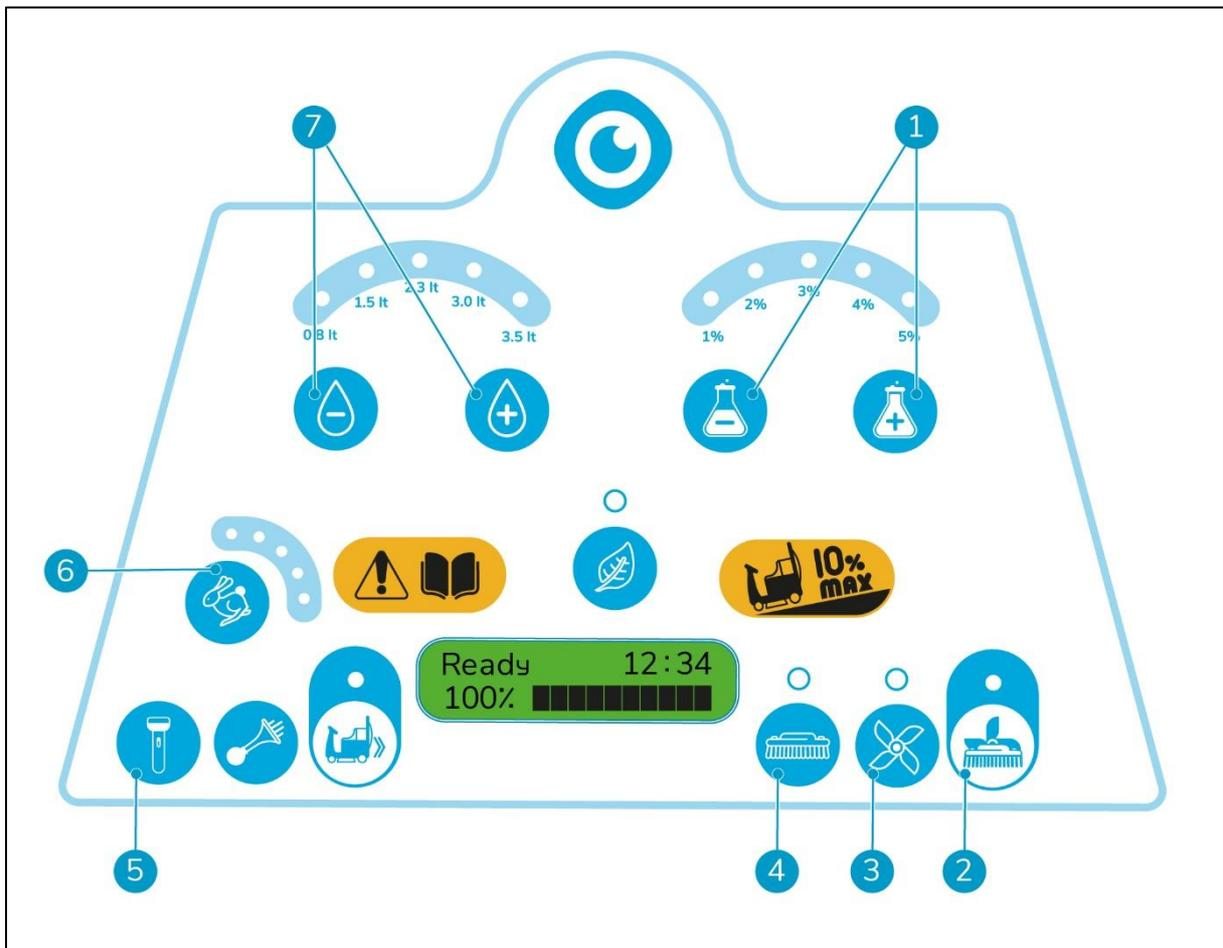

Figure 26
1. Choisissez la quantité d'eau à utiliser. Appuyez sur les boutons tactiles de l'eau (Figure 26, pos. 7) pour choisir une quantité d'eau plus ou moins grande. Il existe cinq niveaux différents, voir la section 2.1.
3. Appuyez sur les boutons tactiles du détergent (Figure 26, pos. 1) pour choisir une quantité de détergent plus ou moins grande. Il existe cinq niveaux différents, voir la section 2.1.
- MARCHE/ARRÊT du moteur des brosses circulaires (Figure 26, pos. 4) ou ;
- MARCHE/ARRÊT du moteur d'aspiration (Figure 26, pos 3) ou ;
- MARCHE/ARRÊT du moteur des brosses circulaires et du moteur d'aspiration (Figure 26, pos. 2).
5. Allumez les phares de travail (Figure 26, pos. 5).
6. Choisissez votre vitesse (Figure 26, pos. 6).